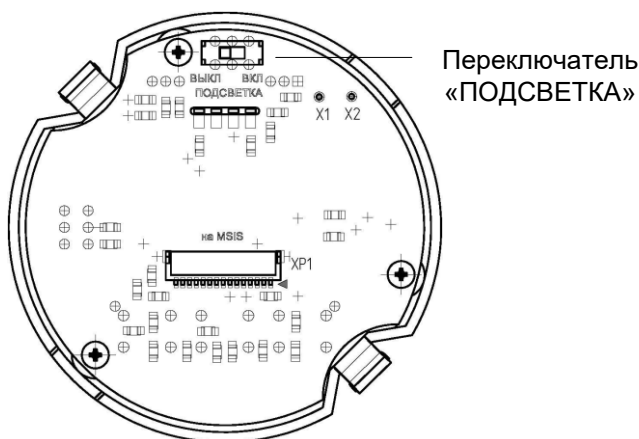

Рисунок 2.2 – Блок индикации. Вид сзади
- развернуть блок индикации тыльной частью (печатной платой) к себе (рисунок 2.2);